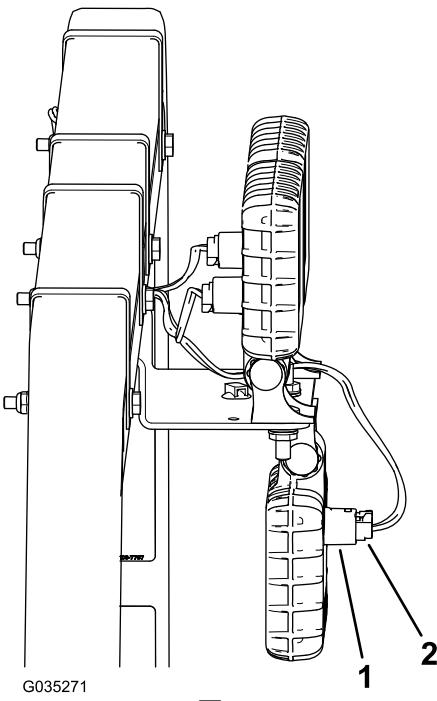

図 6
4. LED ワークライト3個の3つの開口部に3本のワイヤーハーネスのコネクタを接続する (図6)。